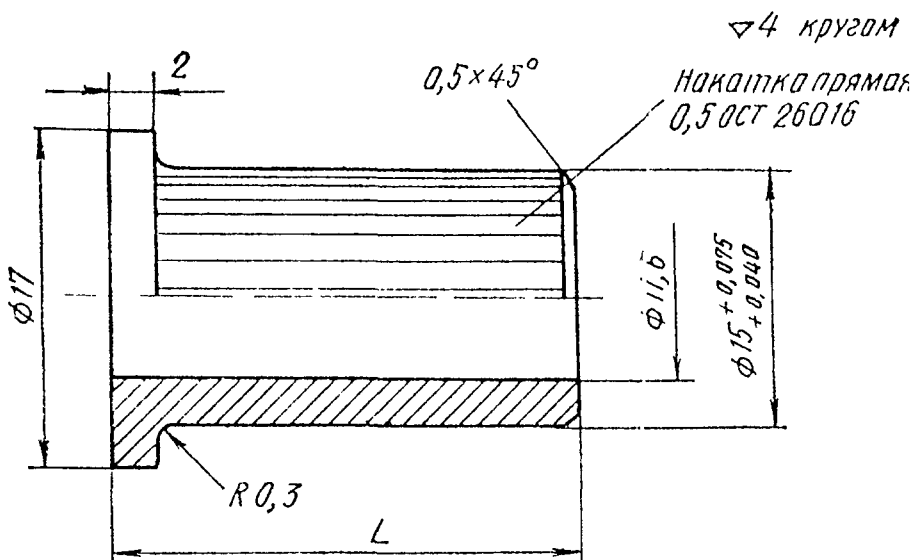

Рис. 13.3. Втулка корпуса и крышки крана 24-7603-900
5. Изготовьте новые втулки из материала БрАЖ Мц 10-3-1, Бк20 (ГОСТ 1628—60) в соответствии с рис. 13.3. Наружный диаметр $15^{+0,075}_{+0,010}$ мм проверяйте до накатывания. В случае увеличения диаметра отверстия под втулку наружный диаметр втулки увеличьте на соответствующую величину. Втулку предъявите ОТК.